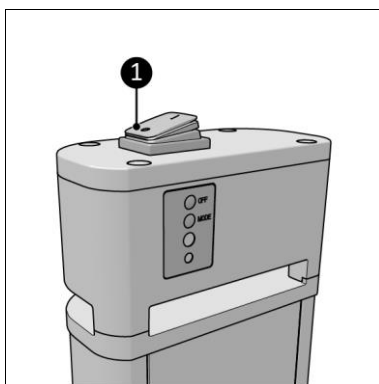

Figura 8
4. Asigurați-vă că comutatorul ON/OFF (PORNIT/OPRIT) se află în poziția OFF (Oprit) (Figura 8, poz. 1).
1. Asigurați-vă că comutatorul ON/OFF (PORNIT/OPRIT) se află în poziția OFF (Oprit) (Figura 8, poz. 1).